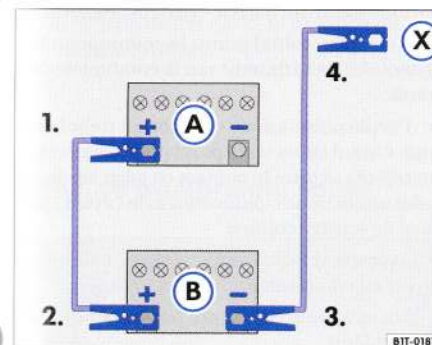

Fig. 58 Schema conectării cablului auxiliar.
În imaginea ⇒ fig. 58, (A) este bateria descărcată și (B) bateria furnizoare.